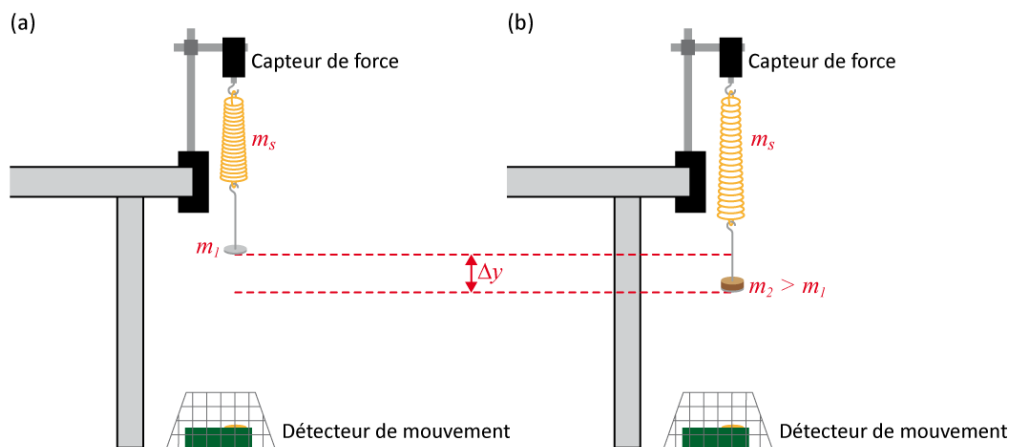

Figure 1 – Montage pour l'étude du mouvement harmonique simple
- Étape 2.** Préparez le montage présenté Figure 1. Placer le détecteur de mouvement sur le plancher en-dessous du support pour les masses. La partie circulaire du détecteur doit être directement en-dessous du support. Placez la cage protectrice par-dessus le détecteur.
- Étape 2.** Cliquez **Experiment** → **Zero...** pour remettre les deux capteurs à zéro. À partir de maintenant, la position du détecteur de mouvement correspondra au déplacement, Δy , comme dans la Figure 1 et la force mesurée correspondra au poids ajouté au crochet.